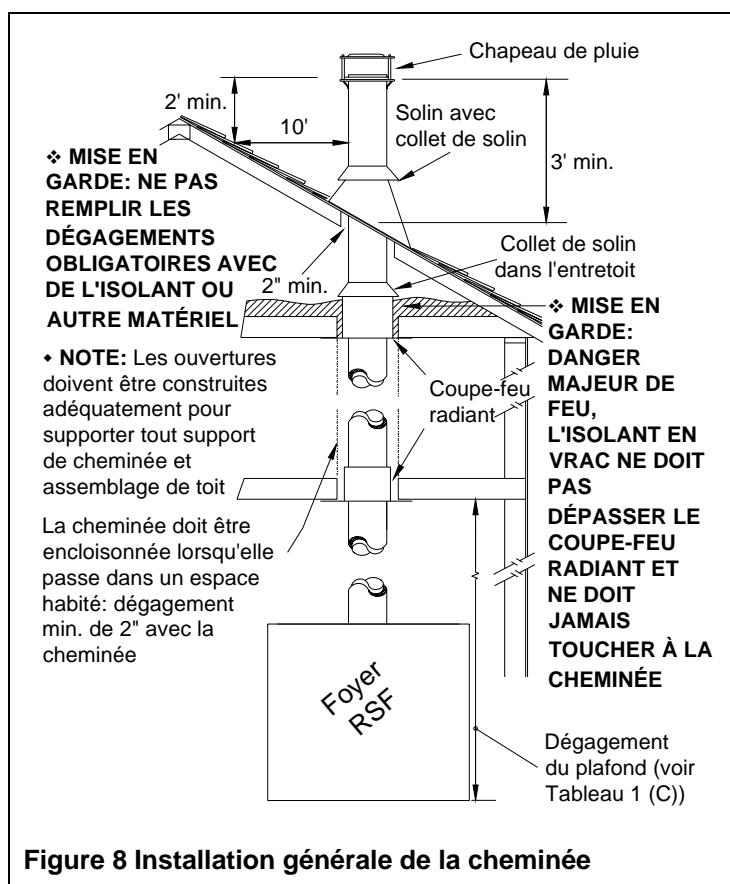

Figure 8 Installation générale de la cheminée
2. Installez, en dessous de chaque plancher/plafond traversé par la cheminée, un coupe-feu radiant. Au niveau de l'entretoit, installez un coupe-feu radiant et un collet de solin tel qu'illustré à la Figure 8.